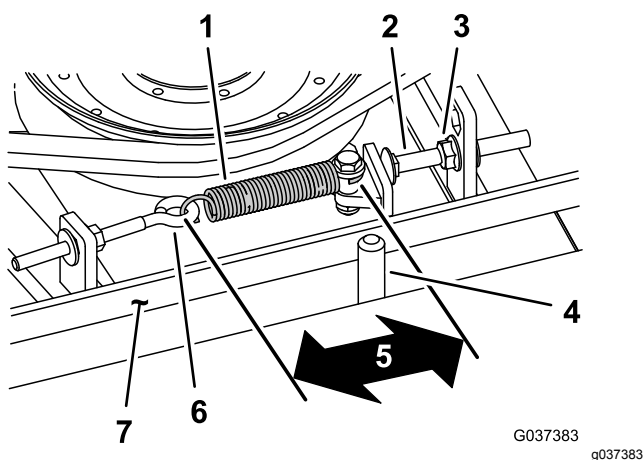

Figura 101
Quando la tensione è corretta, la misura interna della molla di prolunga (da gancio a gancio) deve essere circa 8,3 cm - 9,5 cm. Quando la tensione della molla è giusta, regolate il bullone di arresto (bullone a testa tonda) fino ad ottenere un gioco di 2 - 5 mm tra la testa del bullone ed il braccio di rinvio (Figura 101).
Nota: Verificate che la cinghia si trovi dal lato molla del guidacinghia (Figura 101).
2. Allentate il bullone ad occhio (Figura 101).
3. Allentate il dado flangiato che fissa il bullone di arresto all'aletta di montaggio e spostate la puleggia tendicinghia via dalla cinghia (Figura 101).
9. Collegate la molla di prolunga (Figura 101) al bullone ad occhio e tendete la cinghia come segue: